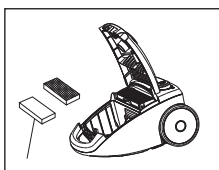

Abb. 17
3. Der Ausgangsfilter (herausnehmbarer HEPA-Filter) ist unter dem Luftaustrittsgitter eingebaut. Öffnen Sie den Deckel des Bodenstaubsaugers und ersetzen Sie den alten Filter durch den neuen (Abb. 17).